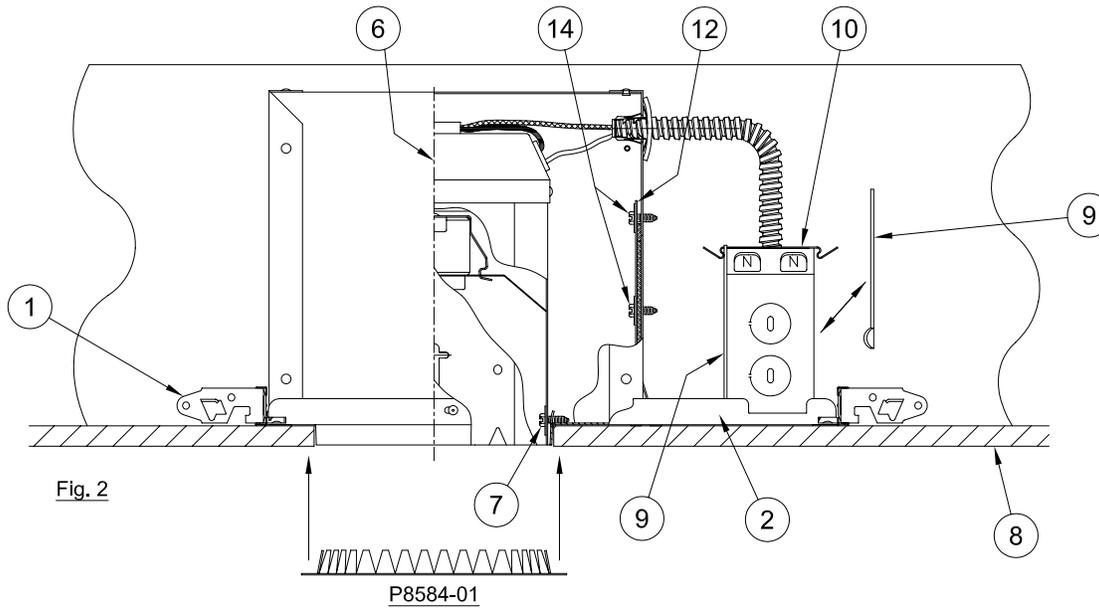

Fig. 2
- 7.- For air-tight applications or to meet Washington State Energy Code Requirements fill the space between the housing (6) and drywall ceiling (8) with silicone caulking, tape, or any other means acceptable to the local code official. Progress Lighting Gasket Kit 8584-01 (purchased seperately) can be used for this purpose. (See Fig. 2).
- 7.- Para instalaciones hermeticas o para cumplir con las exigencias del Código de Energía del Estado de Washington, rellenar el espacio entre la cubierta (6) y el cielorraso (8) de muro de mampostería sin mortero con una masilla de silicona, cinta, o otro medio conforme al código local oficial. Se puede usar el Kit de Junta Progress Lighting P8584-01 (comprar por separado). (Vea Fig. 2).
- 7.- Pour les applications hermétiques ou pour satisfaire aux exigences du Code de l'Énergie de l'État de Washington, combler l'espace entre le logement (6) et le plafond (8) en mur de pierres sèches avec un mastic de silicone, ruban, ou autre moyen qui conforme au code local officiel. On peut utiliser le Nécessaire de Joint Progress Lighting P8584-01 (acheter séparément). (Voir Fig. 2).